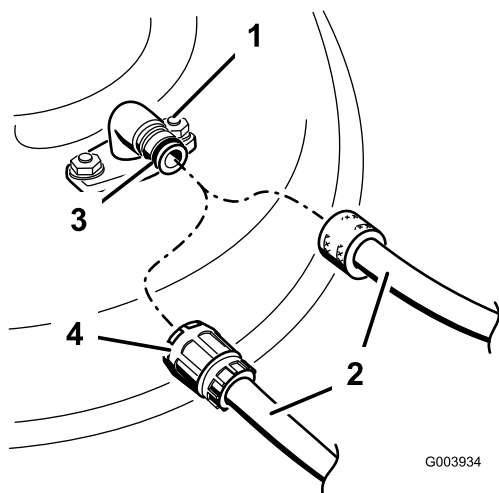

Figura 64
3. Conecte el acoplamiento de la manguera al extremo del conector de lavado del cortacésped, y abra el grifo al máximo (Figura 64).